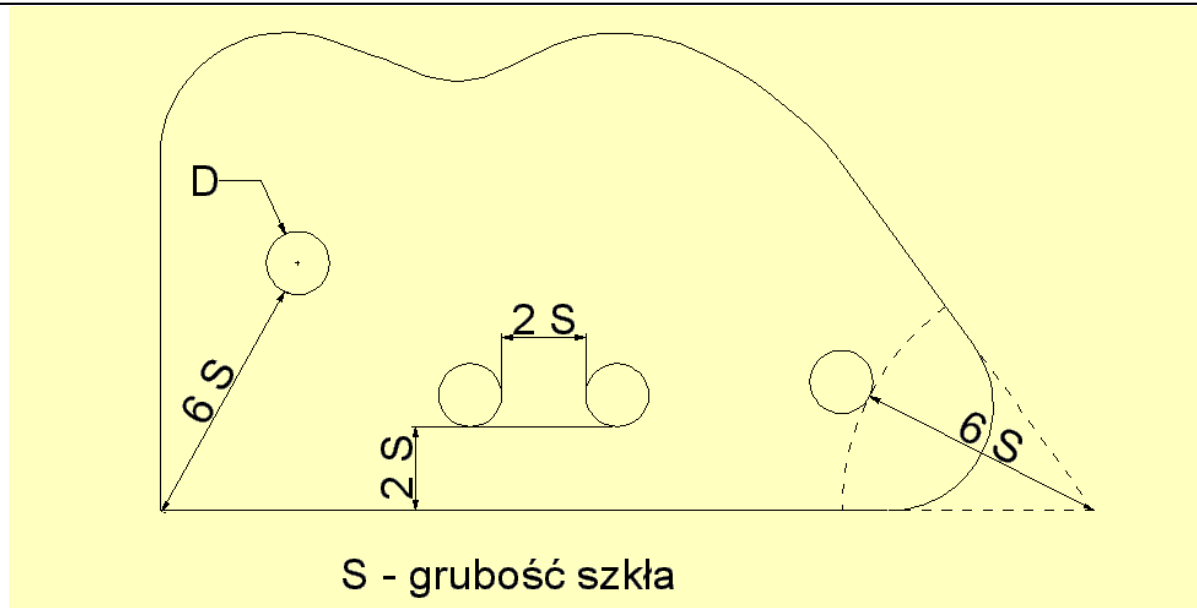

Bild 1.
Glasstärke sein (Bild 1)
- Entfernung vom Öffnungsrand zum Glasrand muss mindestens der doppelten Glasstärke entsprechen (Bild 1)
- Entfernung zwischen dem Öffnungsrand und der scharfen Glasecke muss mindestens der sechsfachen Glasstärke entsprechen (Bild 1)
- Entfernung zwischen dem Öffnungsrand und der abgerundeten Glasecke (am spitzen Winkel) muss mindestens die sechsfache Glasstärke betragen, gerechnet vom Öffnungsrand bis zu der theoretischen Ecke des scharfen Glases (Bild 1)